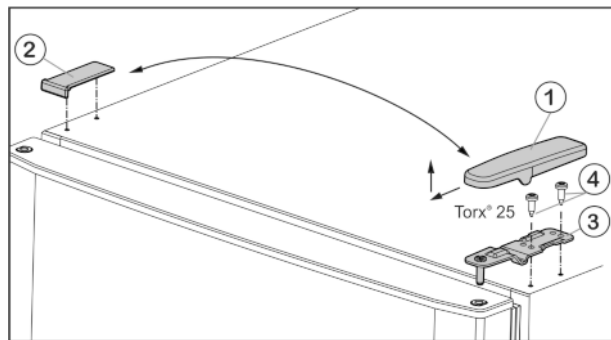

Fig. 4
- ▶ Потяните крышку Fig. 4 (1) вперед и вверх.
- ▶ Снимите крышку Fig. 4 (2).
- ▶ Открутите верхний опорный кронштейн Fig. 4 (3) (2 шт. Torx® 25) Fig. 4 (4) и вытяните вверх.
- ▶ Установите верхний опорный кронштейн Fig. 4 (3) на новой стороне шарнира и защелкните в дверце.
- ▶ Привинтите верхний опорный кронштейн (с моментом 4 Нм) (2 шт. Torx® 25) Fig. 4 (4). При необходимости используйте аккумуляторный шурупверт.
- ▶ Наденьте и защелкните крышку Fig. 4 (1) на противоположной стороне снаружи.
- ▶ Также наденьте сверху и защелкните крышку Fig. 4 (2) на противоположной стороне.